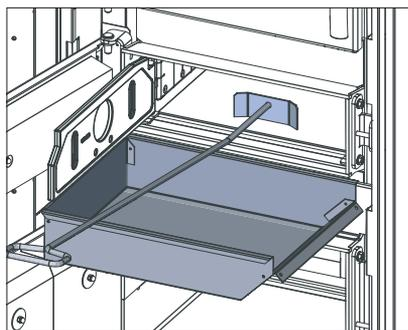

Fig. 27 Accrocher le tiroir à cendres, vider les cendres
- ▶ Accrocher le tiroir à cendres au niveau de la porte d'allumage (porte du milieu) à la tôle d'accrochage prévue à cet effet – Fig. 27. Ouvrir la porte d'allumage et la grille verticale et balayer l'essentiel des cendres résiduelles du foyer dans le tiroir à cendres.